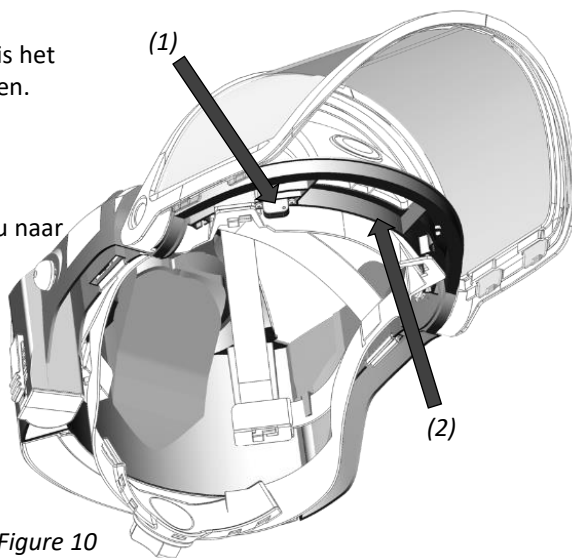

Figure 10
Activeer de respirator met de aan/uitschakelaar zoals weergegeven op Afbeelding 9, waarbij u op het led-display let. (Afbeelding 10)
Als de respirator correct werkt, is het led-lampje Afbeelding 10(1) groen. De respirator is dan klaar voor gebruik.
3. Gebruik uw hand om de luchtstroom-uitgang te blokkeren zoals aangegeven in Afbeelding 10(2). Als het ademhalingsstoestel correct werkt, zal de snelheid van de ventilator toenemen.